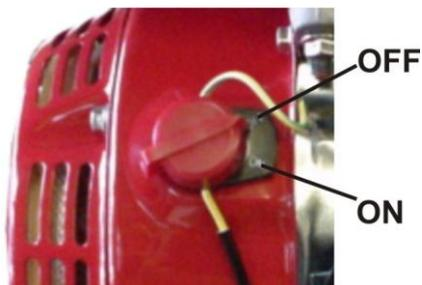

Рис. 5. Положения выключателя зажигания
- положение «OFF» - двигатель выключен см. рис. 5;
- положение «ON» - двигатель включен рис. 5.